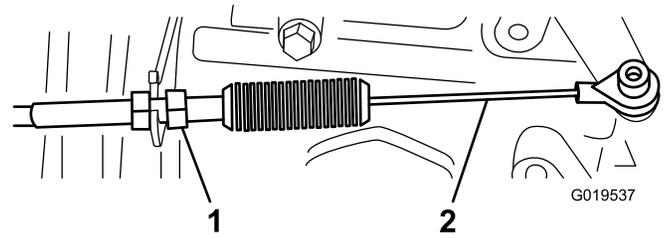
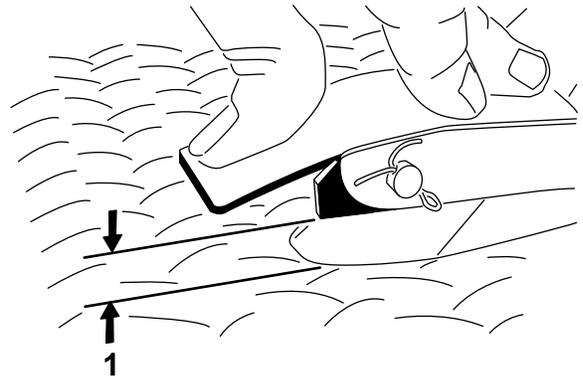

図 67
図 68
2. アクセルペダルの中央部を11.3 kgの力で踏んだときに、ペダルと床のすきまが2.546.35 mmとなるようにアクセルケーブル(図 67)のボールジョイントを調整する(図 68)。
3. ロックナットを締めつける(図 67)。